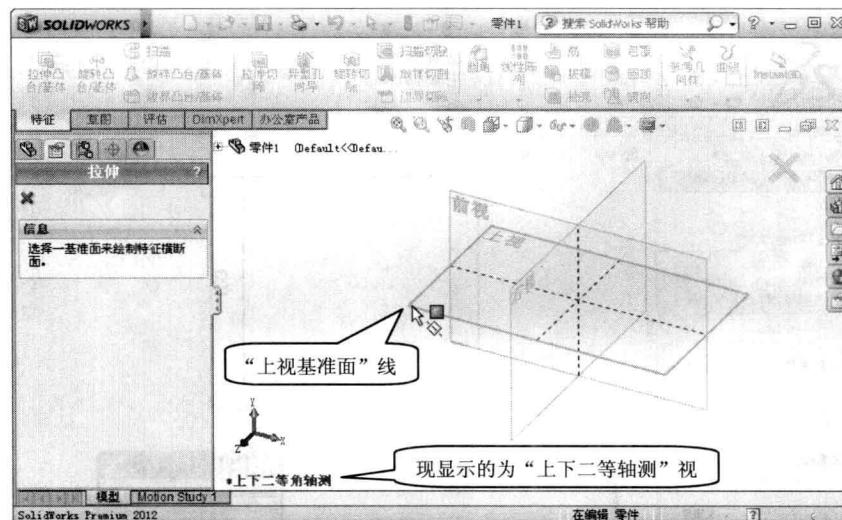

图 1-8 选择绘制草图基准面
(1) 在命令管理器“特征”工具栏中，单击“拉伸凸台/基体”按钮□，屏幕界面出现“选择一基准面来绘制特征横断面”的信息提示，如图 1-8 所示。此时指针的形状变为□。